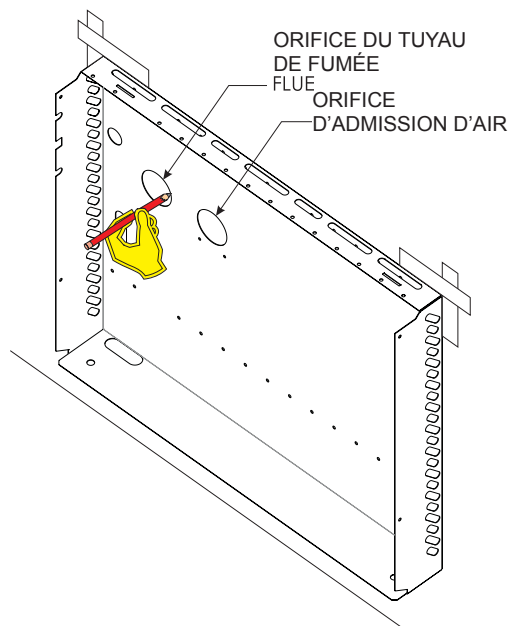

Figure 2
3. Marquer les coins du capot avec du ruban-cache. Marquer les orifices des tuyaux de fumée et d'admission (ceux utilisés). **Voir Figure 2.**